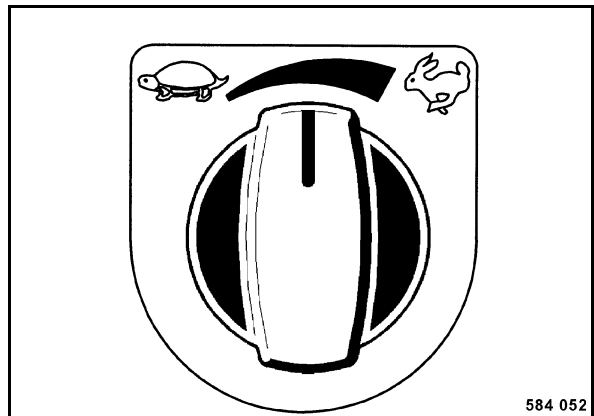

Fig. 57
- Preseleccionar el deseado radio de acción (Fig. 57).